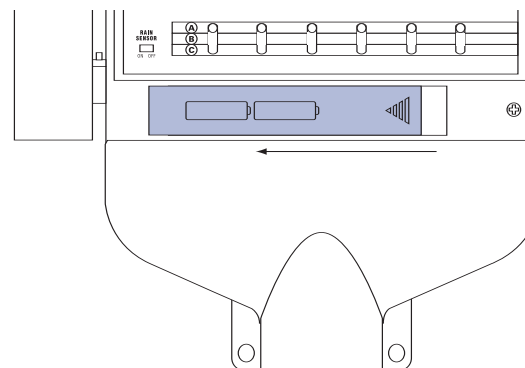

Figura 24: Scomparto batterie
- Rimuovere la copertura di protezione del vano batterie facendola scivolare verso sinistra [Vedere la Figura 24]